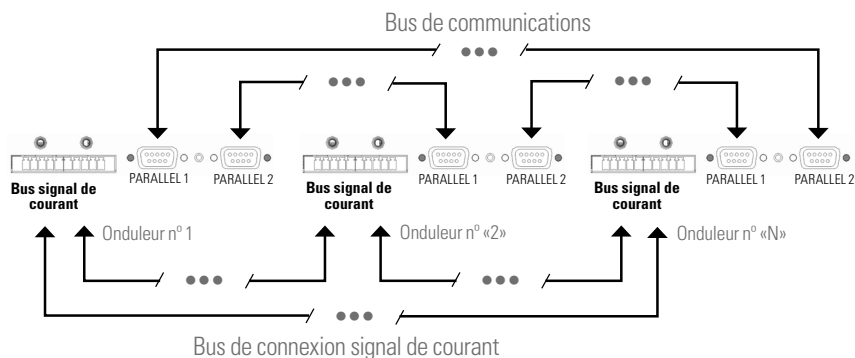

Fig. 67. Connexion bus de communication et signal de courant.
- **Bus de signal de courant.** Pour connecter le signal de courant entre deux équipements, veuillez utiliser le câble pourvu de connecteurs aux extrémités, comme il est illustré à la Fig. 67. Pour finir, il est essentiel de fermer la boucle du bus entre le dernier et le premier équipement.